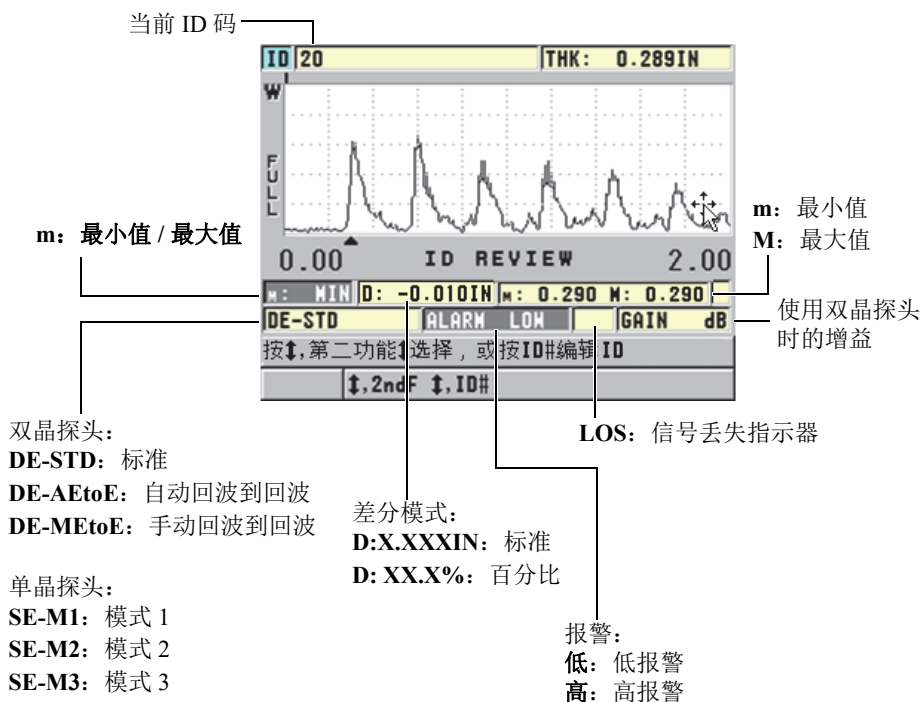

图 6-36 辨识 ID 码查看屏幕的内容
第 119 页的图 6-36 为一个 ID 码查看屏幕的示例，并介绍了其中的内容。波形下方的区域列出了所显示的存储厚度值的状态标志。这些标志与仪器使用发送指令时所传输的状态词的单字母缩写相同（参阅第 183 页的“管理通讯和数据传输”）。
3. 在 ID 码查看屏幕中（参见第 119 页的图 6-36），进行以下操作：